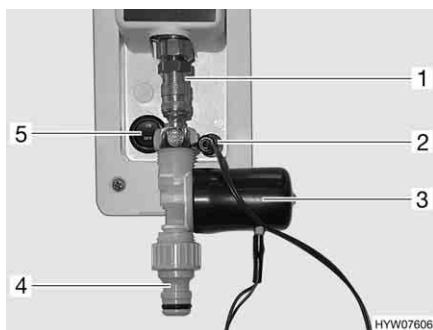

Fig. 131 Allacciamento acqua potabile COLORADO
Inserire l'unità valvola sul gancio della chiusura rapida (Fig. 131,1) sul veicolo.
- Inserire un tubo flessibile per l'acqua con il gancio, sul gancio della chiusura rapida (Fig. 131,4).
- Inserire la spina (Fig. 131,2) per l'alimentazione elettrica della valvola di non ritorno (Fig. 131,3).
- Portare l'interruttore a bilico (Fig. 131,5) in posizione "OFF". La pompa dell'acqua nel veicolo non è in funzione.
- Portare l'interruttore a bilico (Fig. 131,5) in posizione "ON". La pompa dell'acqua nel veicolo è di nuovo in funzione.
- Estrarre la spina (Fig. 131,2) per l'alimentazione elettrica della valvola di non ritorno.
- Spingere verso l'alto l'anello di fissaggio sul gancio della chiusura rapida (Fig. 131,1), rimuovere l'unità valvola e depositarla in un ambiente protetto dal gelo.